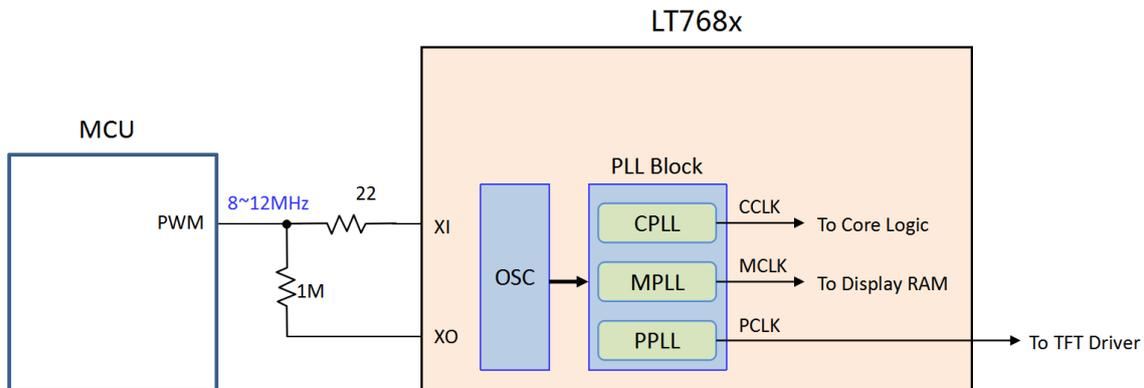
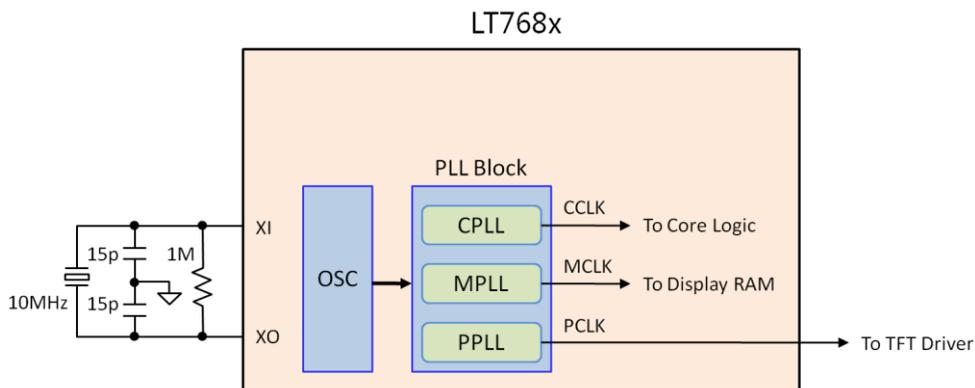

图 1: LT768x 时钟电路 (一)
图 2: LT768x 时钟电路 (二)
1. LT768X 的时钟输入可以采用 MCU 的 PWM 输出 (如图 1)、有源晶振、或是石英晶振 (如图 2, 通常为 10MHz), 因为目前 MCU 通常有多组 PWM 输出, 建议可以提供一组给 LT768x 使用, 成本也可以下降, 时钟信号走线越短越好, 同时避开其他信号线。如果要使用石英晶振, 建议用四脚 3225 封装 10M 晶振, 且晶振 2 端的 15pF 电容不必焊上。